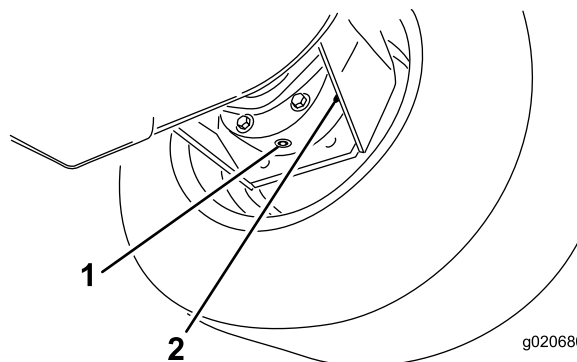

Figura 106
3. Mettete una bacinella sotto la scatola del freno, togliete il tappo di spurgo e lasciate defluire l'olio (Figura 106).